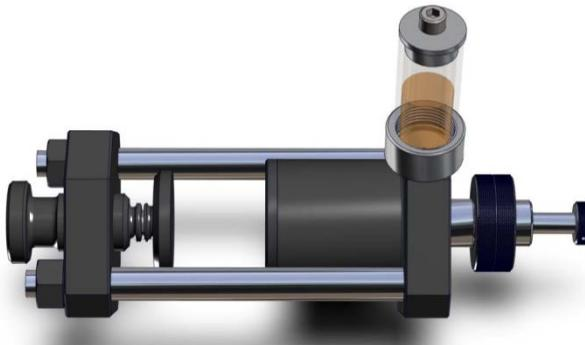

Abbildung 5.4.2
2. Den Stempel der Anzeigevorrichtung des Grünverformungsprüfteils (Abb. 5.4.1) vorsichtig hoch ziehen und den Prüfkörper zwischen Boden und Prüfstempelunterseite setzen (s. Abb. 5.4.2). Den Stempel anschließend absenken, bis dieser auf dem Prüfkörper aufsitzt.
3. Die Lünette der Messuhr so drehen, dass die Nullmarke mit der Nadel angezeigt wird (Abb. 5.4.2).
8. Die Längenänderung am Prüfkörper kann direkt an der Messuhr abgelesen werden (Abb. 5.4.2).